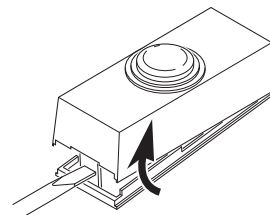

Figure 5
2. Retirez la partie arrière du bouton-poussoir en appuyant sur la languette du bas à l'aide d'un petit tournevis (voir la Figure 5).